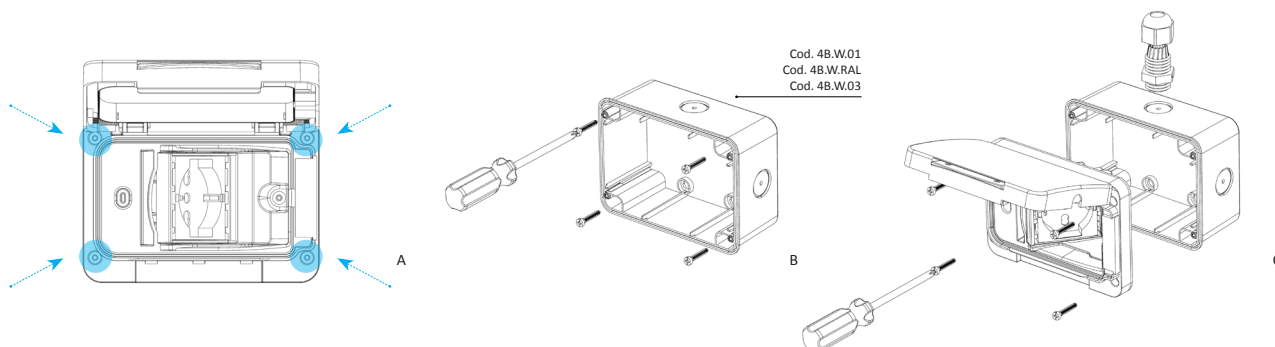

fig. 5
- Fije la caja de pared IP67 (fig. 5-B)
- Atornille WIDE a la caja de la pared. (fig. 5-C)
- Retirer la garniture A du cadre (voir figure 5-A)
- Fixer le boîtier mural IP67 (fig. 5-B)
- Fixer Wide au boîtier mural à l'aide des vis.(fig. 5-C)